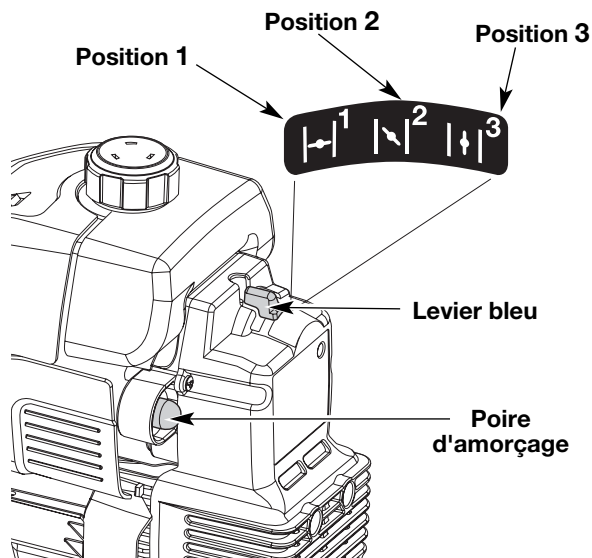

Fig. 7
3. Pressez et relâchez la poire d'amorçage à 10 reprises, lentement. Une certaine quantité de carburant devrait être visible dans la poire d'amorçage et les conduites de carburant (Fig. 7). Si vous n'apercevez pas de carburant dans la poire, pressez et relâchez la poire autant de fois que nécessaire jusqu'à ce que vous aperceviez du carburant dans cette dernière.
4. Mettez le levier bleu en **position 1** (Fig. 7).
9. Une fois que le moteur est chauffé, placez le levier bleu d'étranglement en **position 3** (Fig. 7). La machine est prête à être utilisée.
Si... Le moteur hésite, remettez le levier en **position 2** (Fig. 7) et continuez à le chauffer.